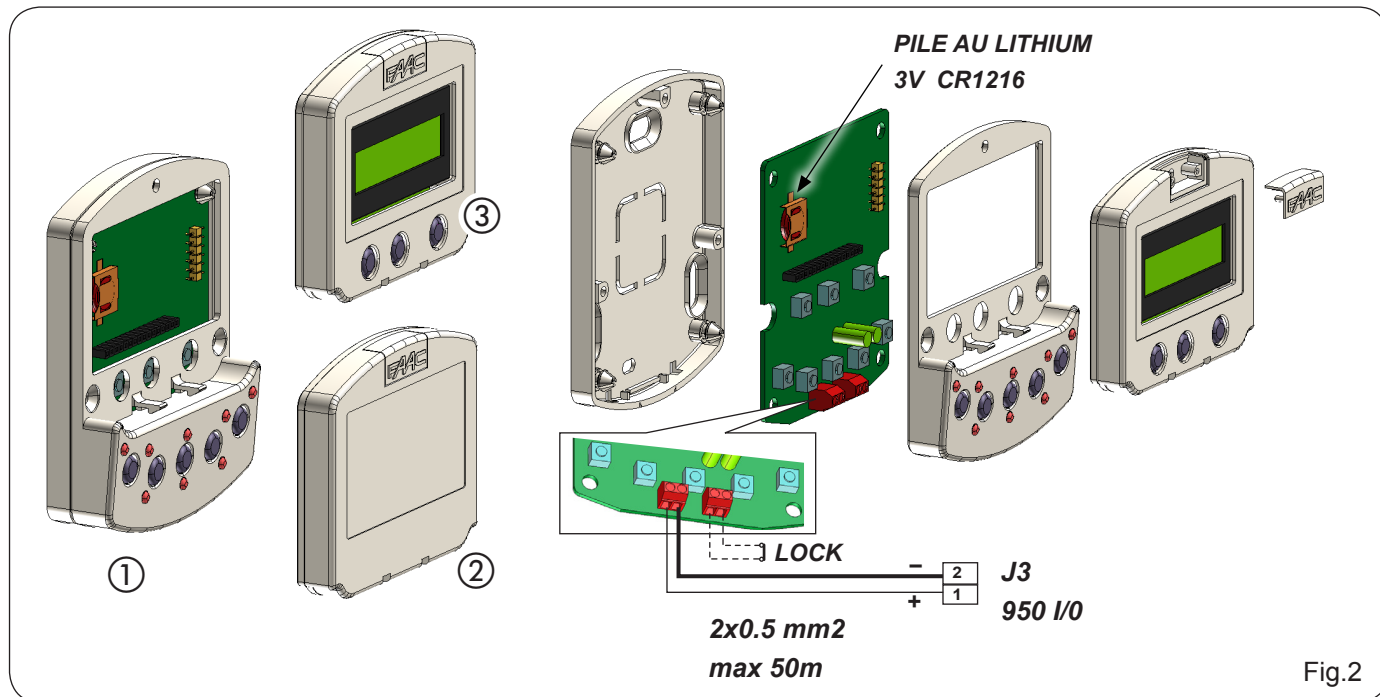

Fig.2
Il est subdivisé en deux parties : une partie fixe qui permet la sélection des fonctions opérationnelles par l'intermédiaire des boutons et des LEDs de signalisation correspondantes (Fig. 2 réf. ①), et une partie amovible avec un afficheur à cristaux liquides et les touches de sélection pour accéder à la programmation complète (Fig.2 réf. ③).
Si le KP-CONTROLLER est installé sans afficheur, on a prévu le montage d'une protection (Fig.2 réf. ②).
Le KP-CONTROLLER peut être inhibé avec une combinaison de touches (voir la fonction spéciale LOCK) ou en réalisant à l'intérieur un pontet par l'intermédiaire d'un interrupteur (Fig. 2 réf. LOCK).
Voir la Fig. 2 pour la vue éclatée de montage ; pour l'entrée du câble de connexion on a prévu deux pré-cassures.
Le KP-CONTROLLER doit être connecté à la carte 950 I/O avec un câble de 2x0,5mm2 et de 50m maxi (Fig. 2). En connectant entre elles les deux bornes LOCK d'après la Fig. 2, toutes les touches du programmeur sont inhibées.